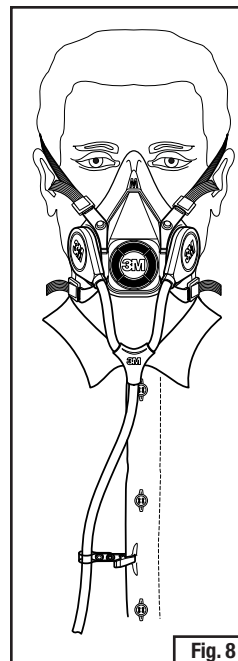

Fig. 8
5. Sur les tuyaux de respiration à deux arrivées d'air SA-1500 et SA-1600 3M^{MC}, utiliser la pince pour fixer le tuyau à un vêtement (Fig. 8).